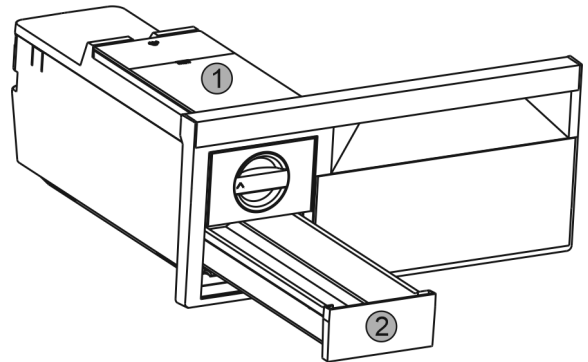

Fig. 38
- ▶ Enlever le réservoir d'eau *Fig. 38 (1)* et le tiroir à glaçons *Fig. 38 (2)*.